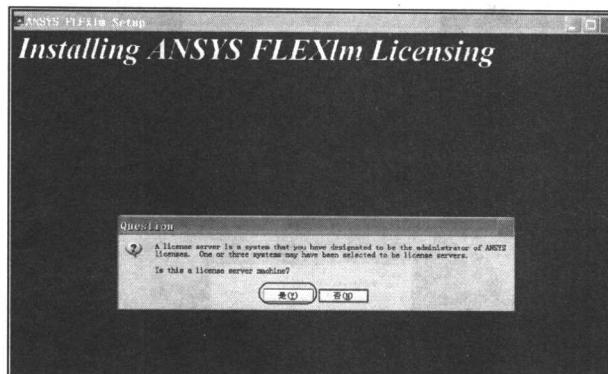

图 1-10 ANSYS 许可服务器设置
⑩ 出现选择 ANSYS 许可服务器设置界面如图 1-10 所示，单击 Next 按钮进行下一步安装。